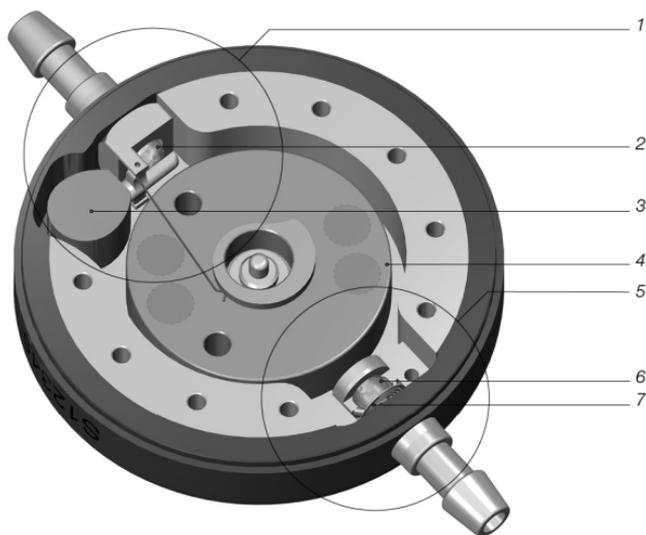

Abb. 1: Querschnitt des M.blue
Das *M.blue* ist ein aus Titan gefertigtes Ventil. Es besteht aus einer verstellbaren Gravitationseinheit und einer Differenzdruckeinheit (Abb. 1). Die verstellbare Gravitationseinheit (1) im proximalen Teil des Ventils verfügt über ein Tantalgewicht (3), das über einen Hebel eine Saphirkugel im Kugelsitz hält (2). Abhängig von der Körperposition des Patienten verändert sich der Einfluss des Tantalgewichts auf die Saphirkugel und somit der Ventilöffnungsdruck.